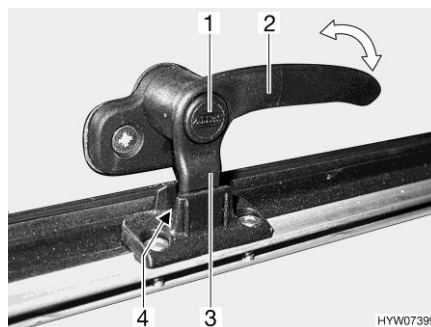
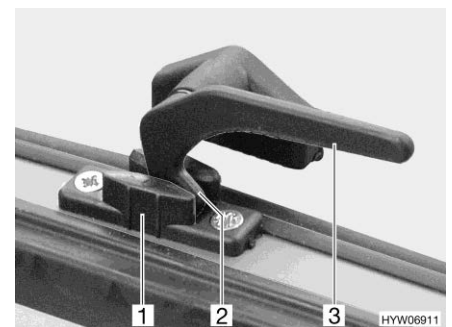

Bild 91 Verriegelungshebel mit Sicherungsknopf in Stellung "Dauerbelüftung"
Bild 92 Verriegelungshebel in Stellung "Dauerbelüftung"
- in Stellung "Dauerbelüftung" (Bild 91 und Bild 92)
- Wenn vorhanden, Sicherungsknopf (Bild 91,1) drücken und gedrückt halten.
- Alle Verriegelungshebel (Bild 91,2 oder Bild 92,3) eine viertel Umdrehung zur Haubenmitte hin drehen.
- Alle Verriegelungshebel wieder zurückdrehen. Die Verriegelungsnase (Bild 91,3 oder Bild 92,2) dabei in die Aussparung der Haubenverriegelung (Bild 91,4 oder Bild 92,1) einfahren.